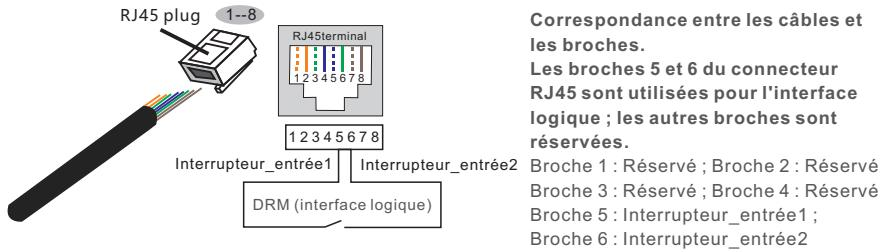

Figure 4.12 Dénuder la couche d'isolation et la connecter à la fiche Rj45
2. Utilisez la pince à dénuder de réseau pour dénuder la couche d'isolation du câble de communication. Conformément à la séquence de lignes standard illustrée à la figure 4.12, connectez le fil à la prise RJ45, puis utilisez une pince à sertir les câbles de réseau pour le serrer.